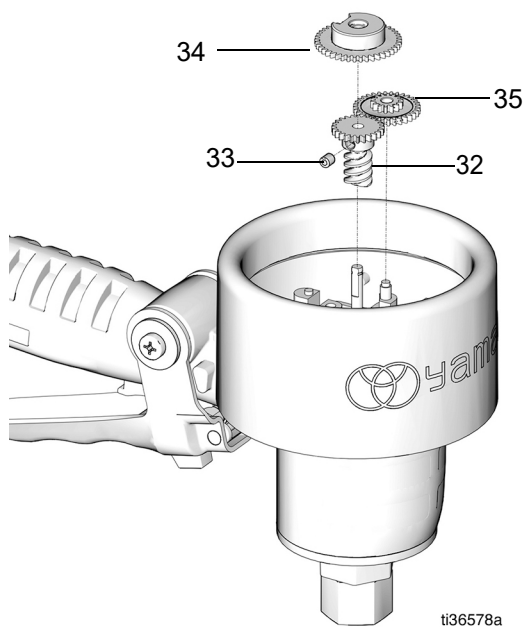

図 15
2. 図 15 に示されたようにギア (32, 34, 35) を取り付けます。2 mm の六角レンチを使用してギアセットネジ (33) を締めます。